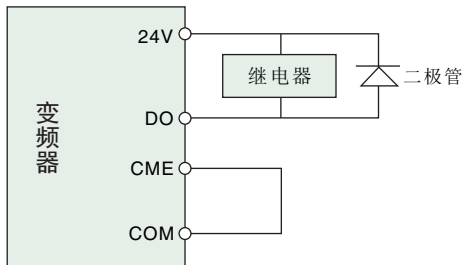
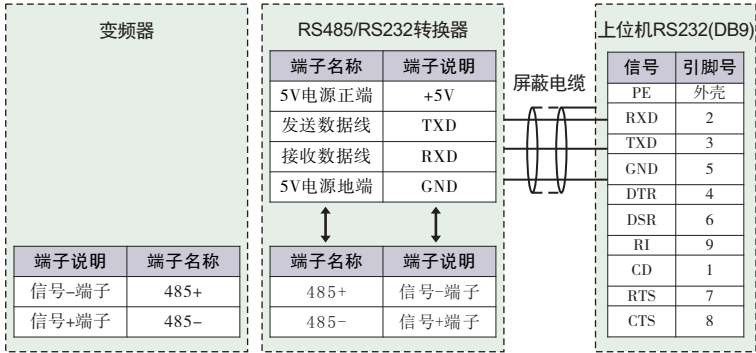

图3-12 数字输出端子配线示意图
图3-13 RS485-(RS485/232)-RS232通讯配线
- ③ 多台变频器可通过RS485连接在一起，由PLC（或上位机）作主机控制，如图3-12所示，也可以其中一台变频器作主机，其它变频器作从机，如图3-13所示。随着连接台数的增加，通讯系统越容易受到干扰，建议按如下方式接线：